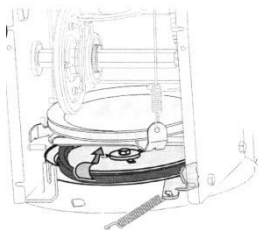

Fig. 18
● Freza este atașată la axul în spirală cu două știfturi de siguranță și un știft spintecat. Dacă freza atinge un obiect străin sau o acumulare de gheață, aruncătorul este proiectat de așa natură ca știfturile să se rotească. Vezi Fig. 18.
- Strecurați curea de direcție printre roata de fricțiune și discul acesteia. Vezi Fig. 18.